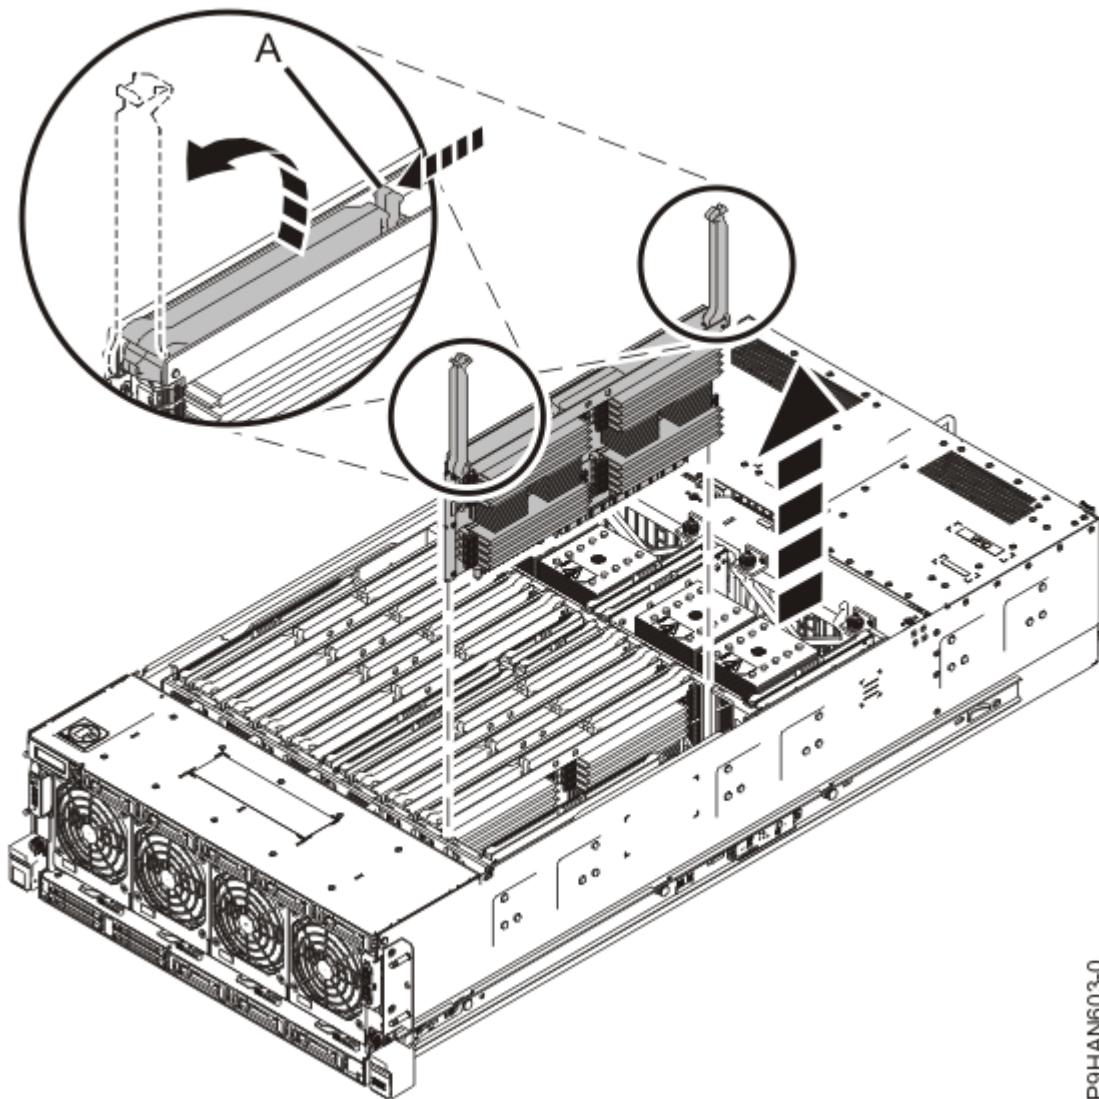

Figura 13. Removendo um riser de memória
- a) Abra as travas de liberação **(A)** no riser de memória, como mostrado na Figura 13 na página 15. Abra as travas na posição 90 graus totalmente na vertical.